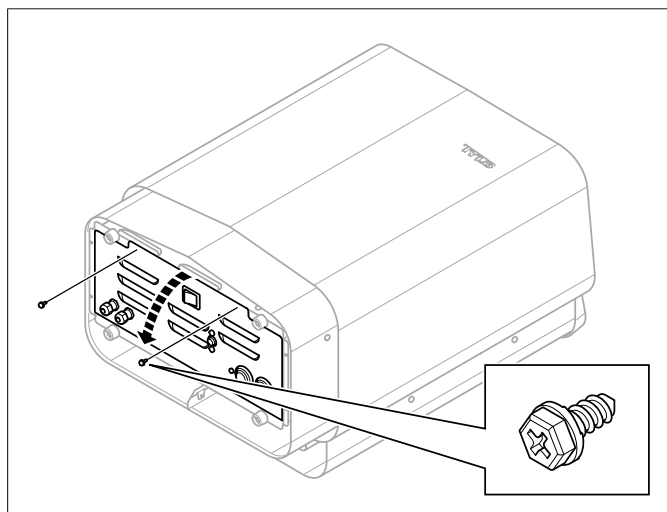

Fig 8: Öppna/stänga luckan
2. Lossa skruvarna och öppna luckan (se **Fig 8**, sidan 4).
7. Stäng luckan och skruva i skruvarna (se **Fig 8**, sidan 4).